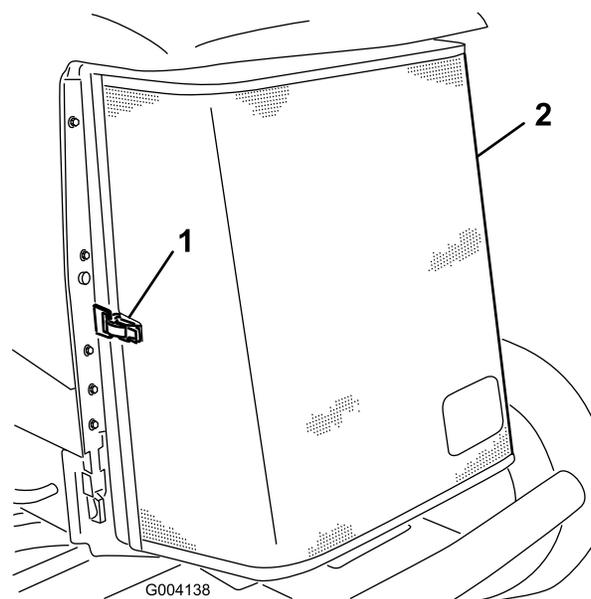

Figura 95
3. Desenganche y abra la rejilla trasera (Figura 95).